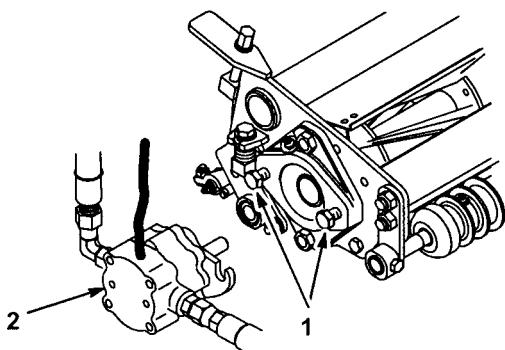

図14
ネジ山を13 mm程度突き出させておく（図14）。
10. リールモータのシャフトのスライス部にグリスを塗布し、モータを時計方向にひねってスタッドを一回かわし、逆にひねってモータのフランジをスタッドに結合させ、固定ネジを締める（図14）。